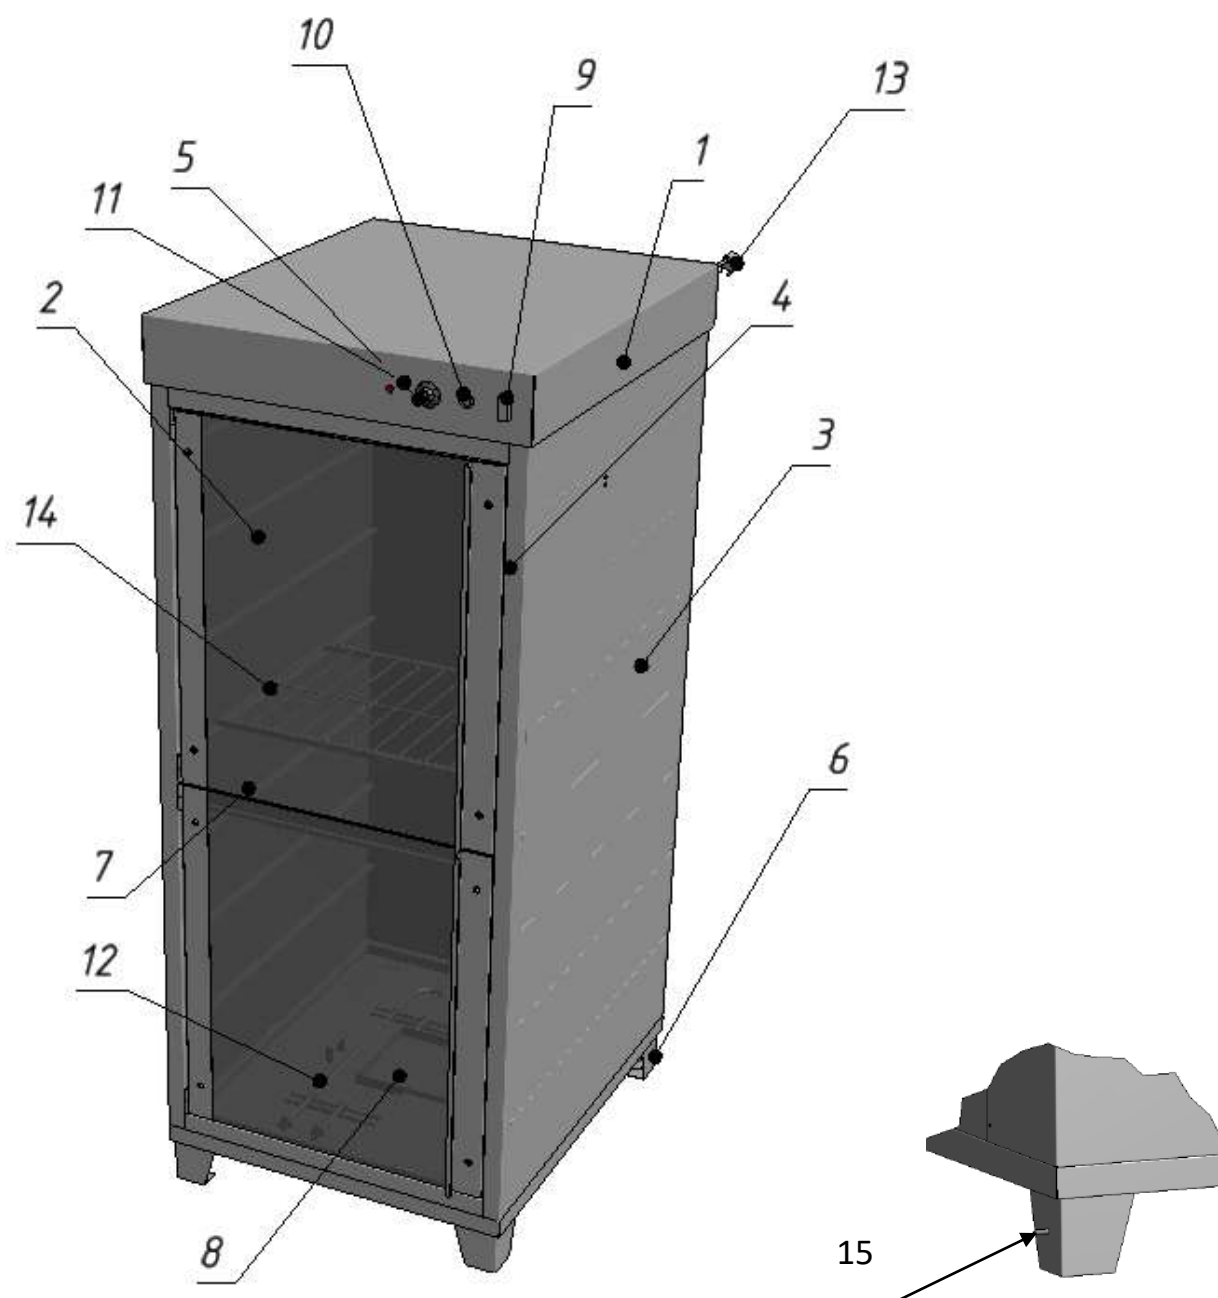

Рис. 2
- 5.3. Подсоединить заземление корпуса установки рис.2 поз.15 к заземляющему контуру помещения согласно ГОСТ 27570.0-87.
- 6.2. Включить установку, включив автоматический выключатель эл. сети поз.9 рис.2.
- 6.4. Задать необходимую температуру расстойки поворотом ручки терморегулятора поз.5 (Рис.2).
- 6.5. Нажать кнопку переключателя поз.10 рис.2, включится пускатель и загорается сигнальная лампочка поз.11 рис.2. При этом установка начинает работать в режиме «Расстойка» (ТЭН нагревает воздух в камере). В дальнейшем терморегулятор будет поддерживать заданную температуру в камере.
- 6.6. При необходимости для увлажнения теста и препятствию образования корочки в ванночку поз.8 (Рис.2) наливают воду. Пополнять воду в ванночке по мере испарения, не допуская переливания воды через край.
- 6.8. При окончании работы установки выключить кнопочный переключатель поз.10 Рис.2, провести чистку рабочей камеры специальными чистящими средствами, обмыть и вытереть насухо.